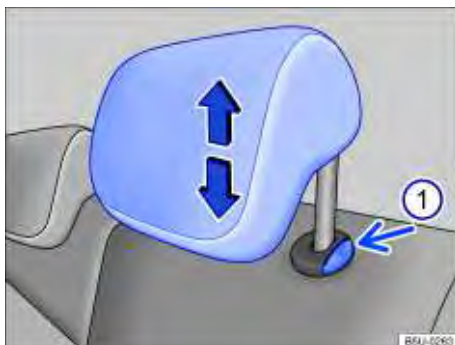

Fig. 43 Ajustar o apoio para cabeça traseiro.
- Empurrar o apoio para cabeça para cima na direção da seta ⇒ Fig. 43 (A) ou com a tecla ⇒ Fig. 43 (B) pressionada, empurrar para baixo ⇒ .